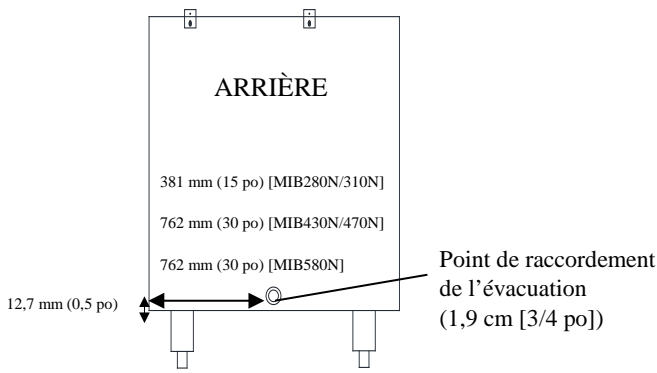

Fig. 3
3. Raccordez le tube de la conduite d'évacuation sur le point de raccordement d'évacuation de l'appareil (Fig. 3).